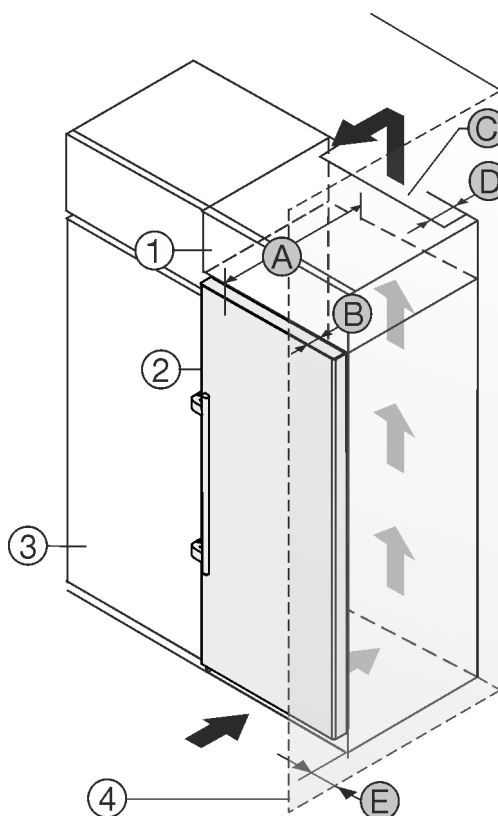

Fig. 1
Můžete přístroj nainstalovat přímo vedle kuchyňské skřínky Fig. 1 (3).
Na zadní straně nastavné skříňky musí být větrací šachta hluboká Fig. 1 (D) přes celou šířku nastavné skříňky.
Pod stropem místnosti musí být dodržen ventilační průřez Fig. 1 (C).
Když přístroj instalujete závěsy vedle stěny Fig. 1 (4), musí být vzdálenost mezi přístrojem a stěnou minimálně 57 mm. To odpovídá přesahu madla při otevřených dveřích.
Aby bylo možné dvířka plně otevřít, musí přístroj přesahovat o hloubku dvířek Fig. 1 (B) vůči přední linii kuchyňské skříňky. V závislosti na hloubce kuchyňských skříněk Fig. 1 (3) a použití vymezočů odstupů od stěny může přístroj vyčnívat dále.